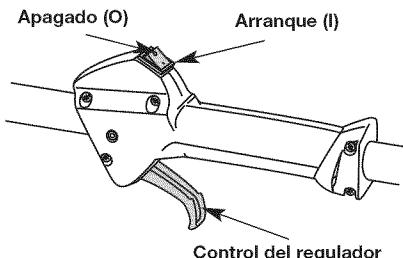

Fig. 10
NOTA: No hay necesidad de arrancar la unidad. El control de Encendido/Apagado está en la posición ENCENDIDO (I) en todo momento (Fig. 10).
- Coloque el control de encendido y apagado en posición de APAGADO (O) (Fig. 10).
2. Coloque el control de encendido y apagado en posición de APAGADO (O) (Fig. 10).